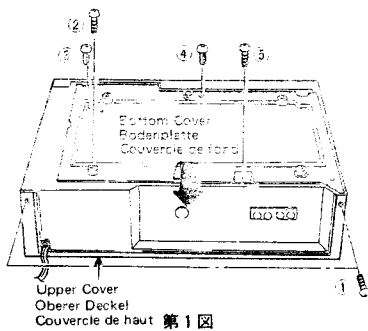
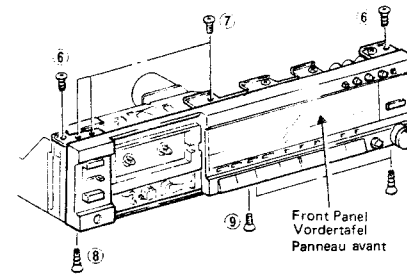

Fig. 1 Abb. 1
Fig. 3 Abb. 3
- Upper Cover (Fig. 1)**
- Bottom Cover (Fig. 1)**
- Front Panel (Fig. 1, 3)**
Remove the upper cover and cassette lid. (Fig. 1) Then, remove two screws (6), three screws (7), three screws (8) and one screw (9).
Next, remove connectors (12 places) and pull the front panel forward. (Fig. 3)
- Oberer Deckel (Abb. 1)**
- Bodenplatte (Abb. 1)**
- Vordertafel (Abb. 1, 3)**
Oberer Deckel und Kassettenfachdeckel entfernen (Abb. 1) Dann zwei (6), drei (7), drei (8) und eine (9) Schrauben entfernen. Sodann Verbindungsklemmen (12 Stellen) lösen und Vordertafel nach vorne ziehen. (Abb. 3)
- (1) **Couvercle de haut (Fig. 1)**
- (2) **Couvercle de fond (Fig. 1)**
- (4) **Panneau avant (Fig. 1, 3)**
Retirer le couvercle de haut et la trappe à cassettes. (Fig. 1) Retirer ensuite les deux vis de fixation ⑥, les trois vis de fixation ⑦, les trois vis de fixation ⑧ et la vis de fixation ⑨. Ensuite, déposer les connecteurs (à 12 emplacements) et dégager le couvercle de haut en le tirant vers soi. (Fig. 3)